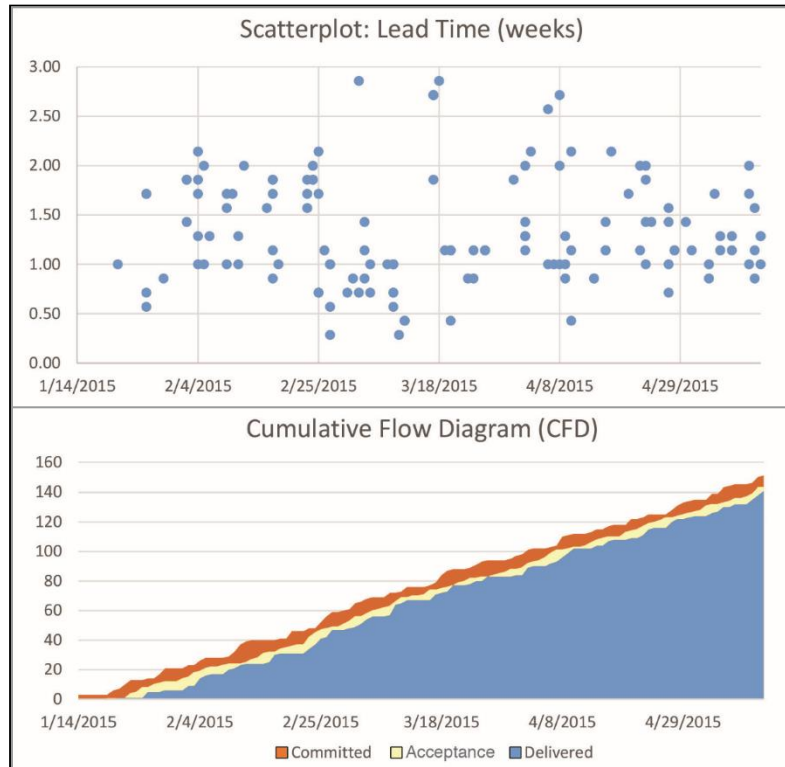

Figura 13 - Gráficos complementares dos mesmos dados de fluxo
**Gráficos de Dispersão (Scatterplots)** do Tempo de Espera (ver Figura 13)
**Diagramas de fluxo cumulativos (CFDs)**, que mostram o número cumulativo de entradas e saídas em um processo ou em partes de um processo (ver Figura 13)
**Gráficos de Execução** do tempo médio de espera, Taxas de Entrega, WiP, e Idade do WiP (ver Figura 13)
gráficos de controle são mais comuns nas fábricas do que em Kanban devido à uma maior variação natural e esperada no trabalho de conhecimento (ver Figura 13).
Os gráficos de execução na Figura 13 mostram a variação nas médias de 7 dias de ciclo para estas métricas durante o mesmo período. A Idade do Gráfico WiP também mostra a idade do item "mais antigo" em progresso. Ele é um gráfico de controle devido à inserção de linhas de controle, que desencadeiam análises ou intervenção.